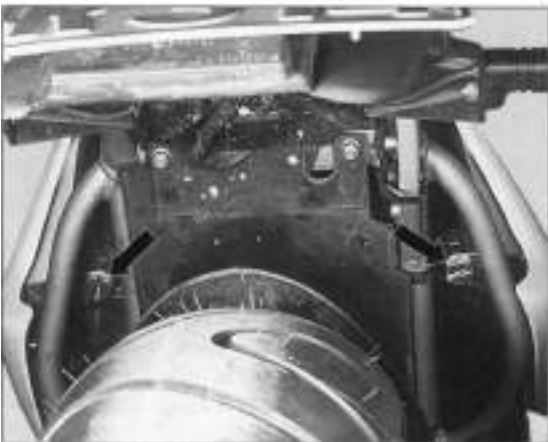

Bild 58
- Sitzabdeckung nach Ausdrehen der Schrauben (Bild 58; zum Beispiel mit Münze als Werkzeug) nach hinten abnehmen.